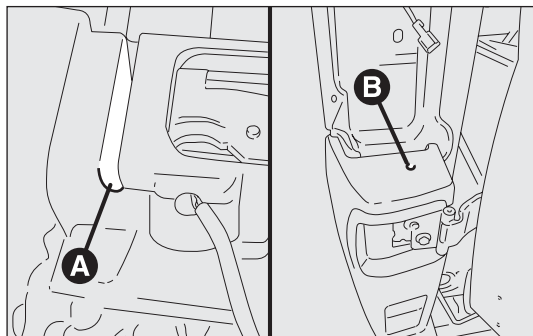

рис. 193
- ☐ отвинтите нижнее крепление А между центральным и боковым бампером – рис. 193;